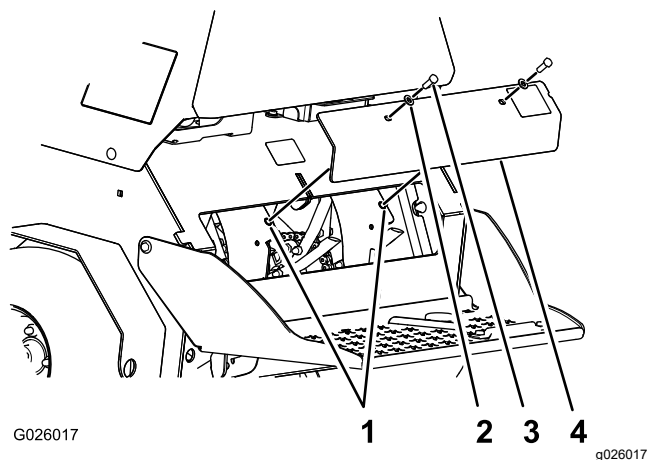

Figure 60
3. Retirez les 2 boulons ($3/8 \times 1$ po) et les 2 rondelles ($3/8$ po) qui fixent le panneau arrière de la console au châssis, et déposez le panneau (Figure 60).
6. Alignez les trous du panneau arrière et les trous du châssis (Figure 60).
7. Fixez le panneau au châssis au moyen des 2 boulons et des 2 rondelles (Figure 60) que vous avez retirés à l'opération 3; serrez les boulons à un couple de 37 à 45 N·m (27 à 33 lb-po)